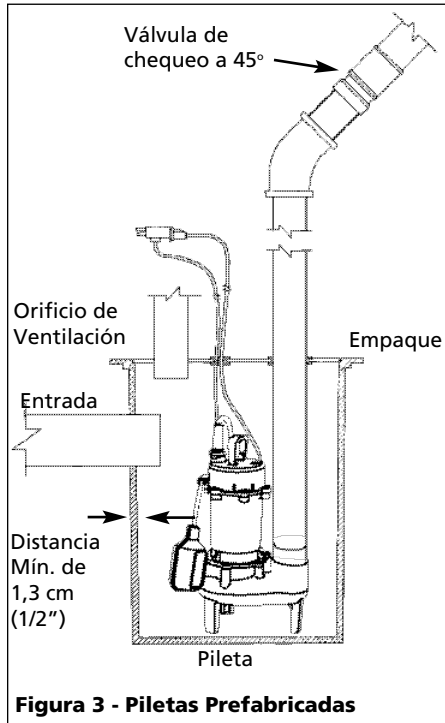

Figura 3 - Piletas Prefabricadas
- Esta bomba tiene un interruptor/ flotante desmontable con un enchufe incorporado (vea la Figura 3). La longitud del cordón entre el flotante y la abrazadera no debe ser menos de 8,25 cm (3-1/4") de pulgadas y no se debe usar en una pileta de menos de 35,6 cm (14") de diámetro.